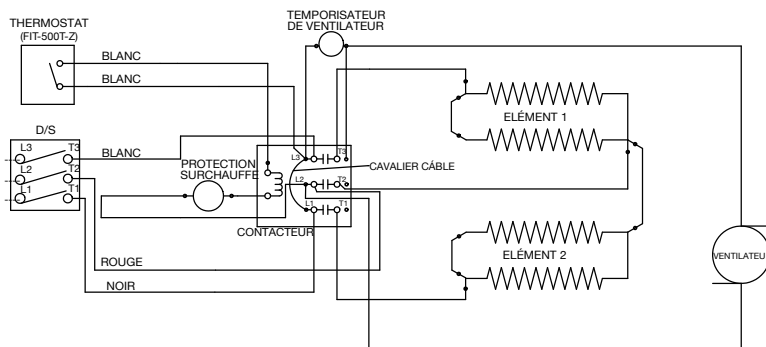

Figure 3
4. Connectez les fils dénudés du contacteur au sectionneur comme suit : fil noir vers T1 et fil rouge vers T2 (et fil blanc vers T3 pour les triphasés). Voir le schéma de câblage, figure 3.
4. Connectez les fils dénudés du contacteur au sectionneur comme suit : fil noir vers T1 et fil rouge vers T2 (et fil blanc vers T3 pour les triphasés). Consultez le schéma de câblage, figure 3.
2. Brancher les fils blancs du radiateur aux bornes "L2" et "cycle" sur le thermostat, comme illustré dans le diagramme de câblage, figure 3.